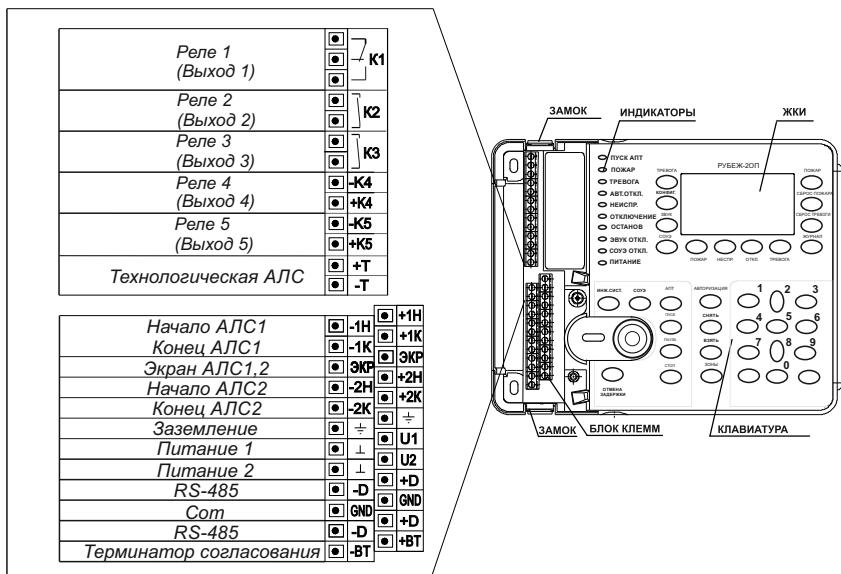

Рисунок 1 – Внешний вид прибора
1.4.4 В приборе имеется одно переключающееся реле (Выход 1), два нормально-разомкнутых контакта (Выход 2, Выход 3) и два выхода с контролем целостности цепей (Выход 4, Выход 5) (рисунок 1). Настройка логики включения производится с помощью приложения «Администратор» ПО FireSec.